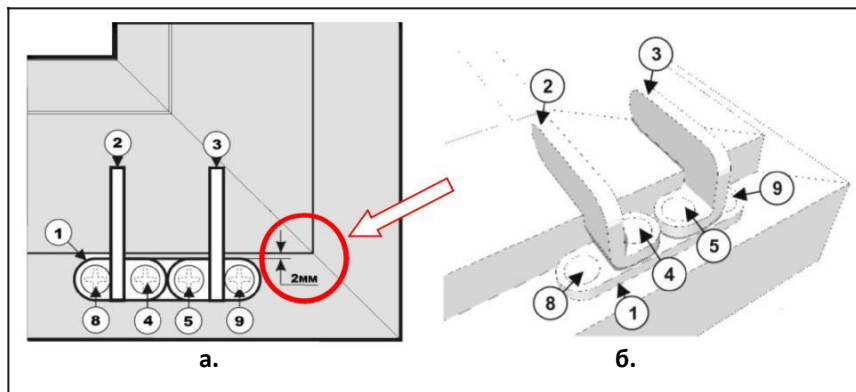
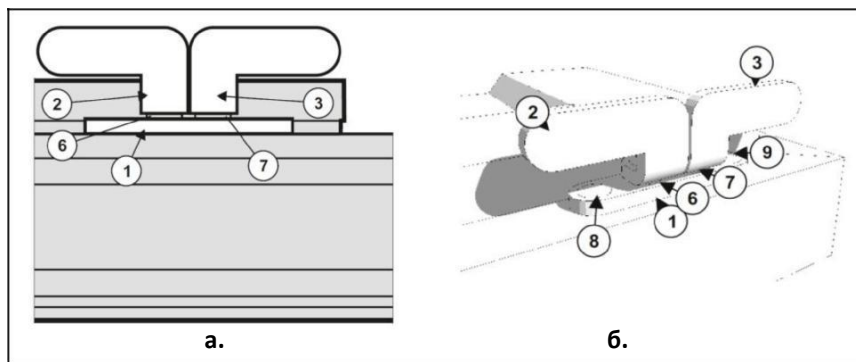
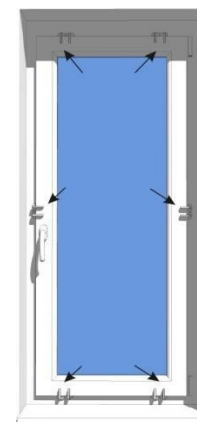
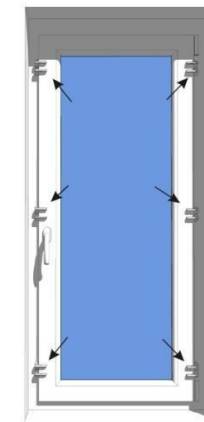

рис.1
рис.2
рис.4
рис.5
1. **DEFAS** состоит из: (см. **рис.1** и **рис.2**) опорной стальной пластины (1), двух стальных заслонок (2 и 3). Опорная пластина и
2. Крепится DEFAS на окно или балконную дверь (см. рис.1 и рис.2) непосредственно на раму (коробку) изнутри помещения двумя саморезами (8 и 9), которые вкручиваются через профиль ПВХ. В некоторых профилях необходимо предварительно сделать сверлом отверстия диаметром 4мм.
4. Расстояние между механизмами DEFAS на окне (см. рис.4 и рис.5) определяется по месту, исходя из размеров окна. От створки, что открывается, DEFAS крепится на расстоянии 2мм (см.рис.1а).
5. Установка DEFAS на двери (см. рис.4 и рис.5) осуществляется в количестве бшт (также окна больше 1,7м по высоте)